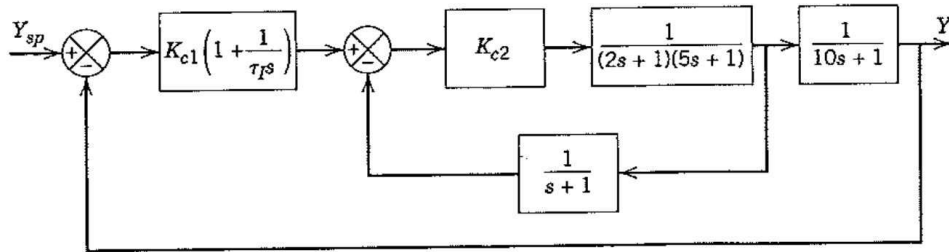

Figura 3: Sistema em cascata (sistema A).
- (a) Para o sistema A apresentado na Figura 3, projete ambos os controladores mestre e escravo usando a técnica IMC. Projete primeiramente K_{c2} e depois projete o controlador PI (K_{c1} , τ_I) (note que o modelo que controlador mestre “enxerga” é de alta ordem, portanto uma resposta ao degrau poderá ser utilizada para aproximar esta dinâmica por um modelo de 1ª ordem mais tempo morto para síntese por IMC). Plote a resposta ao degrau unitário do sistema em malha para alguns valores escolhidos de λ_1 e λ_2 .